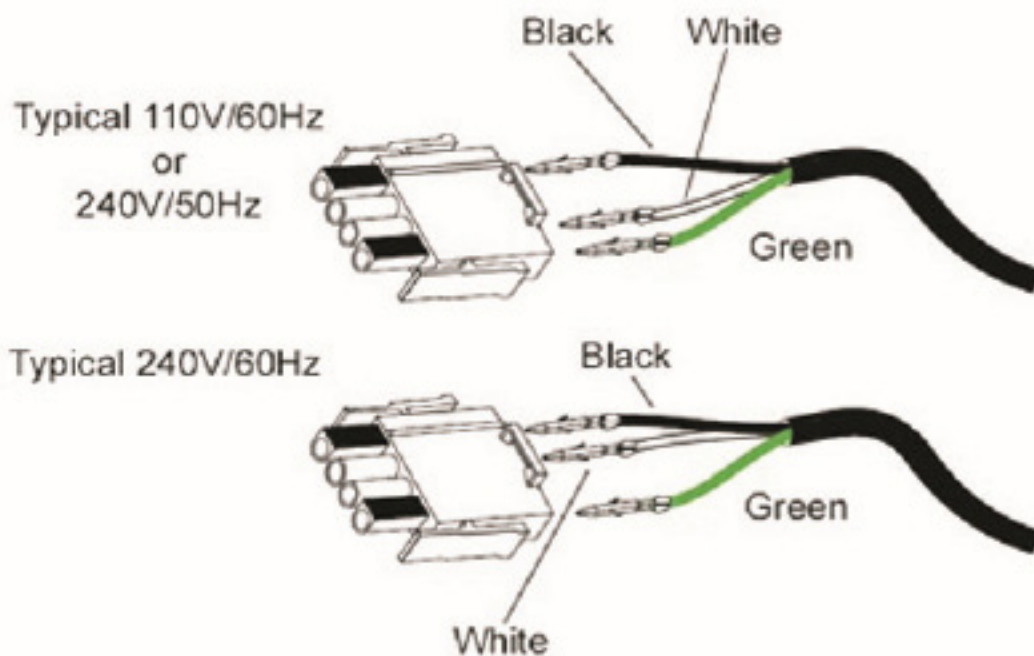

Figura 2
- **Conecte el cable del Aquatic 2 a los conectores de acoplamiento de la caja de control de acuerdo con el diagrama de cableado A2Z Ozone™ proporcionado en la Figura 2.**